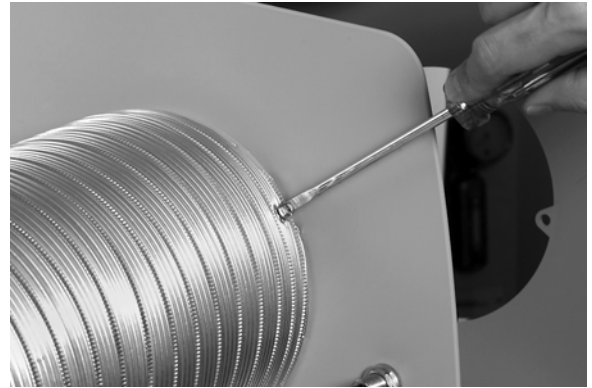

Fig. 14. Raccordement de la gaine de dérivation à l'humidificateur.
3. Fixer la gaine de dérivation à l'humidificateur avec au moins trois vis à tête n° 8 de 1,9 cm (3/4 po). Voir la figure 14. Percer des avant-trous à l'aide d'un foret de 3 mm (1/8 po).